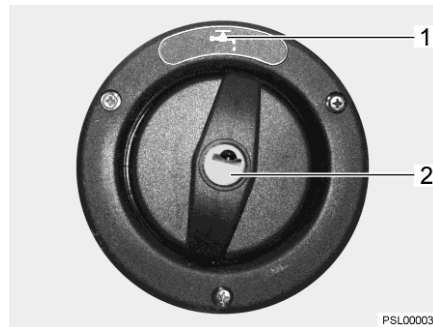

Fig. 152 Tapa de cierre para el tubo de llenado de agua potable
El tubo de llenado de agua potable está identificado con el símbolo "🚰" (Fig. 152,1). La tapa de cierre se abre o cierra con la llave para las cerraduras de trampilla exteriores.
- Introducir la llave en el cilindro de cierre (Fig. 152,2) y girarla un cuarto de vuelta en sentido contrario a las agujas del reloj.
- Abrir el tubo de llenado de agua potable (Fig. 152).